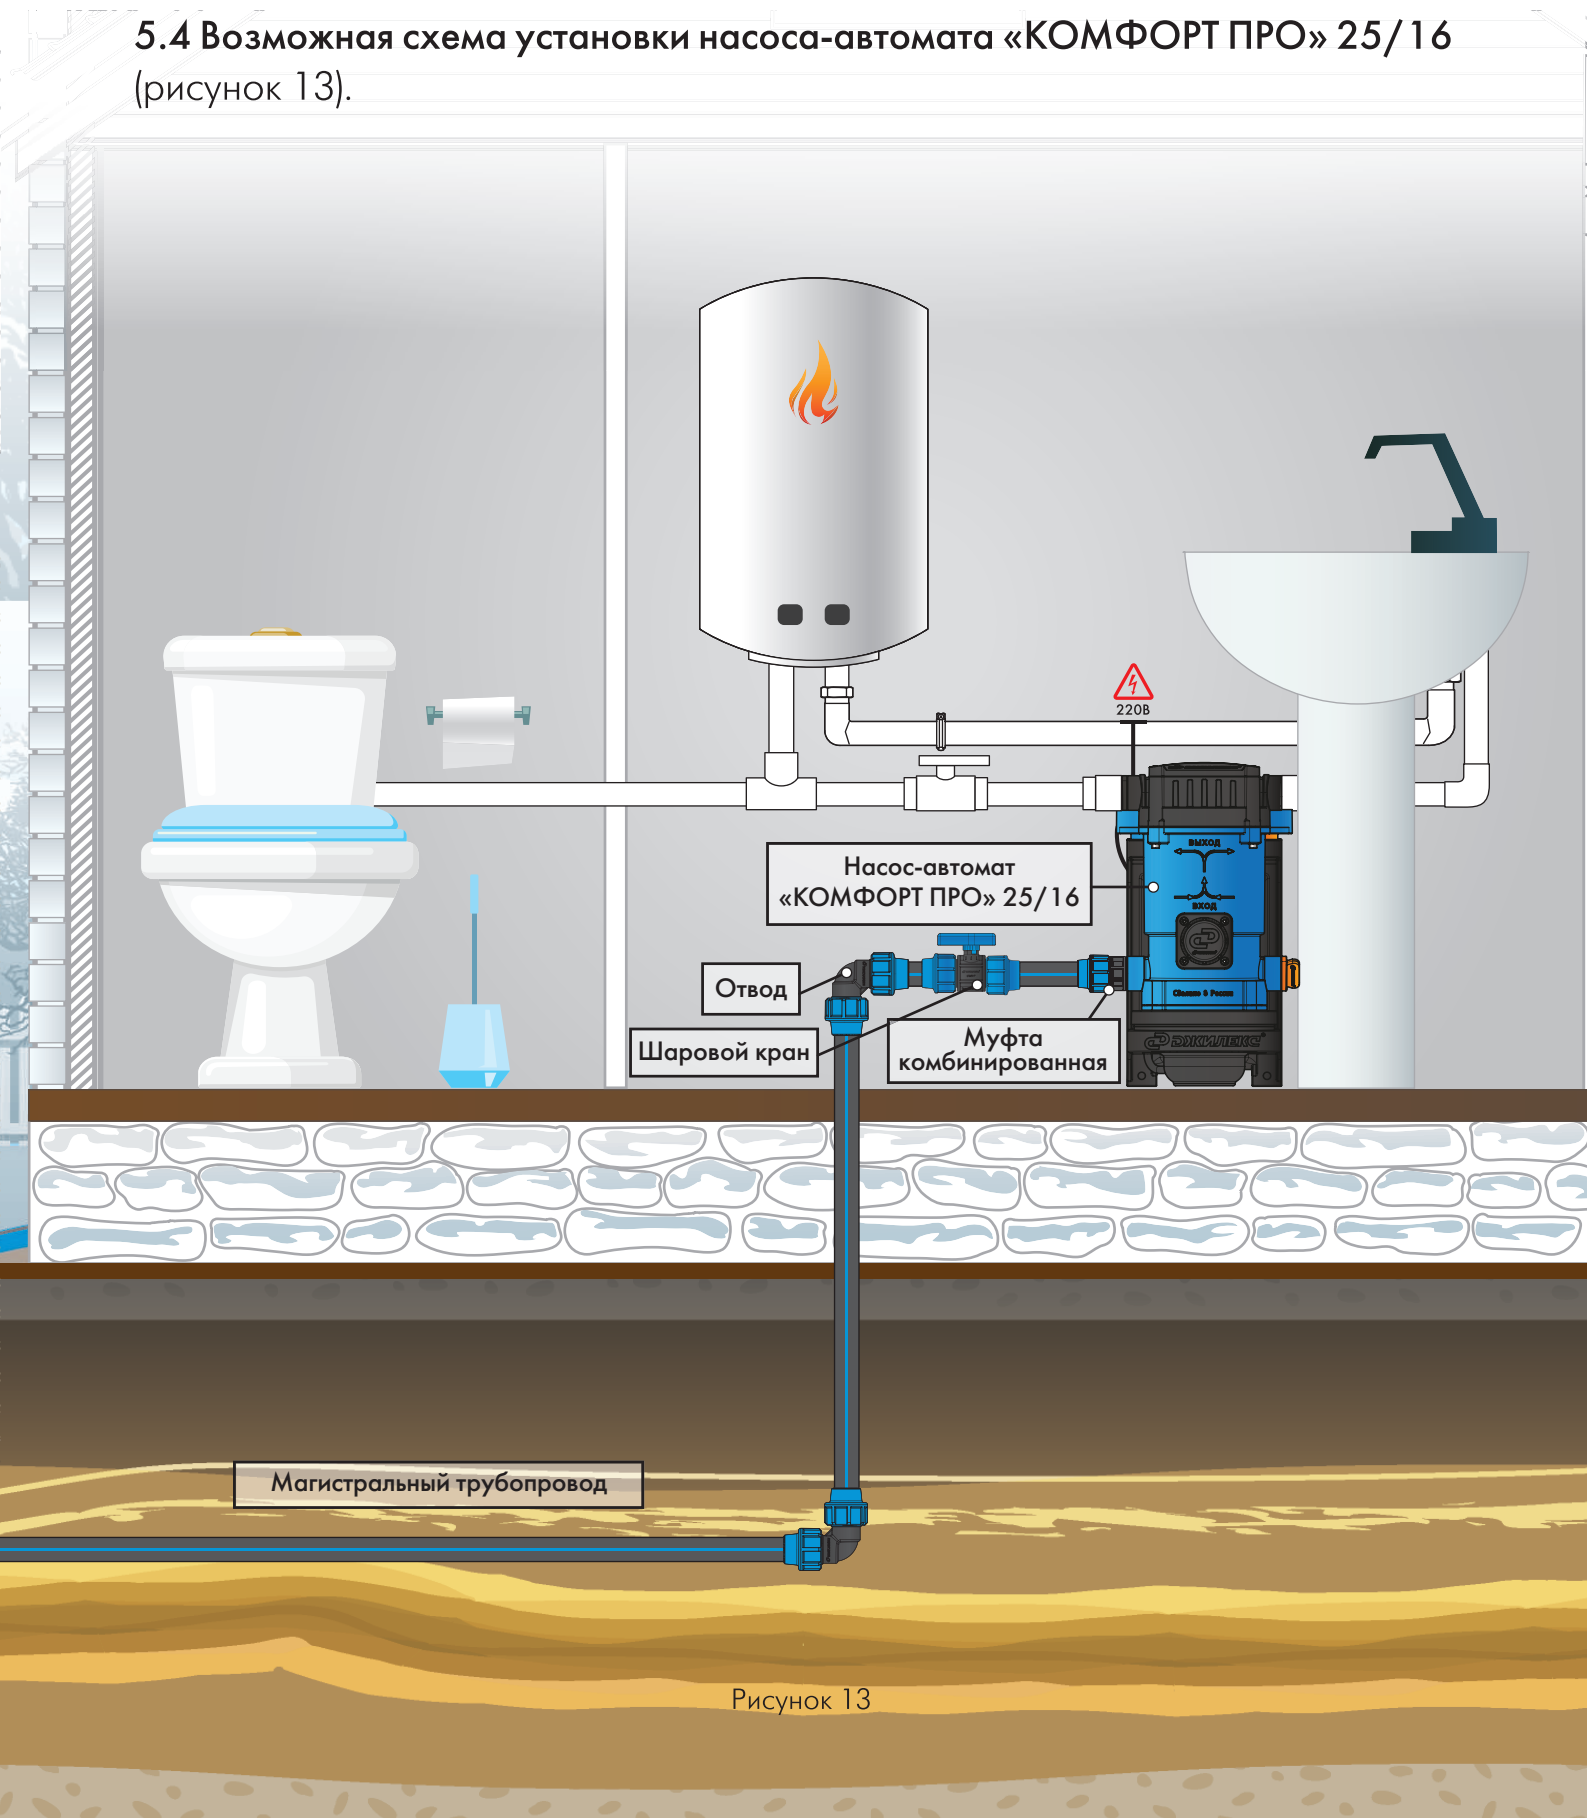

Рисунок 13
5.4 Возможная схема установки насоса-автомата «КОМФОРТ ПРО» 25/16 (рисунок 13).